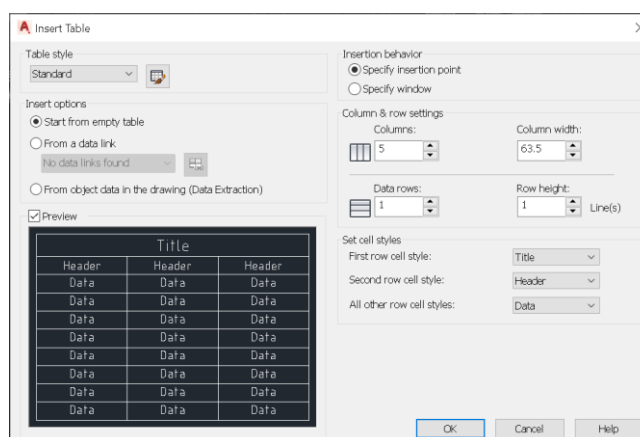

Рис.4.53. Вікно створення таблиць
**TABLE** є віконним аналогом команди – **TABLE**. Створення незаповненої таблиці проходить в діалоговому вікні (рис.4.53).